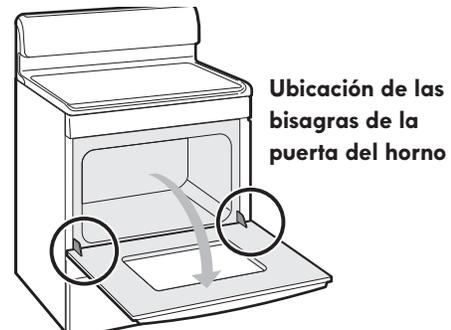

Figura 17: Ubicación de las bisagras del horno
1. Abra completamente la puerta del horno dejándola horizontal con el piso (Figura 17).
3. Abra completamente la puerta del horno, dejándola horizontal en relación con el piso (Figura 17).